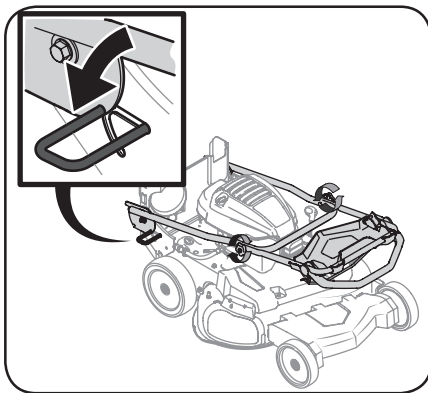

Figura 2-14
3. Sujete la tolva a la plataforma de corte con la perilla de aleta que se incluyó en la bolsa del manual. Ajuste manualmente la perilla de aleta en el pasador roscado de la plataforma. Vea la Figura 2-14.